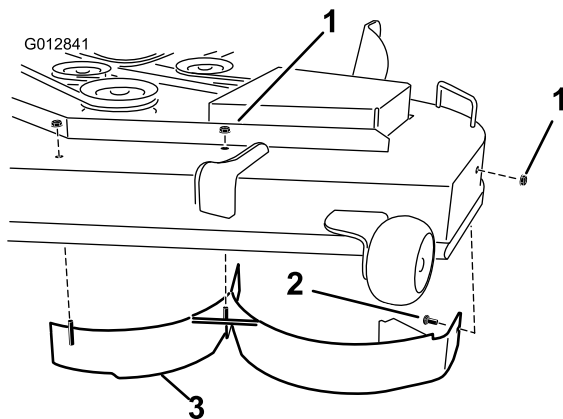

Figura 32
posizione centrale e a sinistra del centro sulla parte superiore del piatto di taglio (Figura 32). Rimuovete il bullone a testa tonda e il dado di bloccaggio che fissano il deflettore sinistro al lato del piatto di taglio.
7. Staccate il deflettore sinistro dal piatto di taglio come illustrato nella Figura 32.
8. Trovate i due bulloni e i dadi di bloccaggio forniti nelle parti sciolte. Montate questi elementi di fissaggio nei fori illustrati nella Figura 32, sul piatto di taglio, per prevenire il rischio di detriti volanti. Montate il bullone inserendolo dalla parte interna del piatto di taglio e fissatelo con un dado di bloccaggio montato sulla parte superiore esterna del piatto.